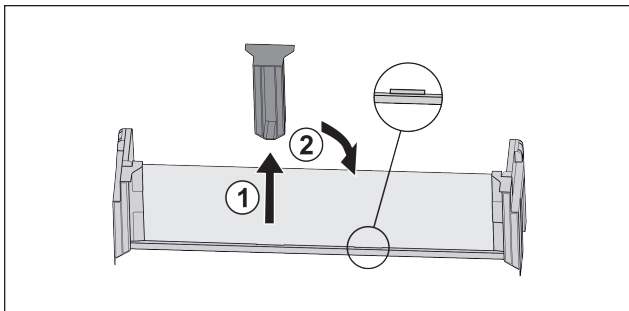

Fig. 23
- ▶ Middelste vasthoudeel lostrekken Fig. 23 (1).
- ▶ Middelste vasthoudeel in tweede positie inzetten Fig. 23 (2).